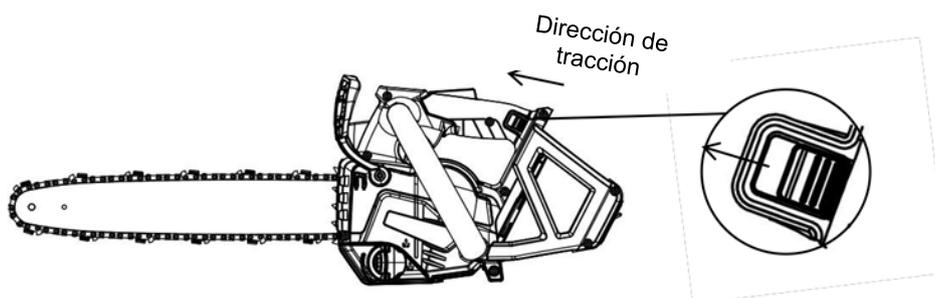

Fig 13
- a. Tire del botón de bloqueo de la batería en el mango hacia la barra guía, luego extraiga el paquete de baterías del enchufe (Fig. 13).